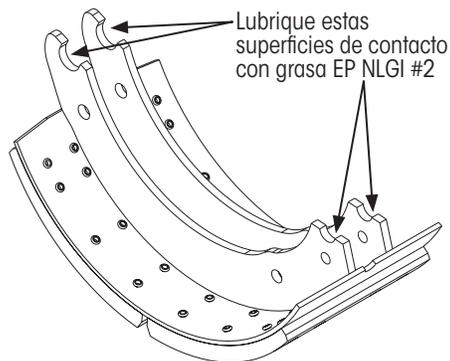

Figura 43: Prelubricación de las superficies de contacto de las zapatas de freno
4. Prelubrique las zapatas de freno como se indica en la Figura 43.
1. Prelubrique las zapatas de freno como se indica en la Figura 43 en la página 30.